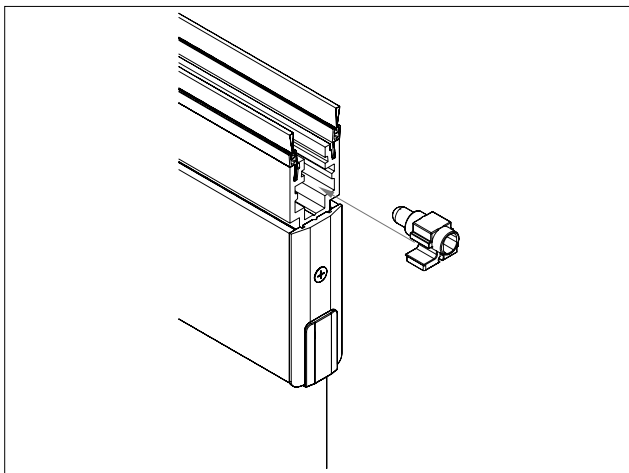

Abb. 38 Kombi-Fixierklotz einsetzen
7. Kombi-Fixierklotz wie in Abb. 38 gezeigt in das Tragprofil einsetzen.